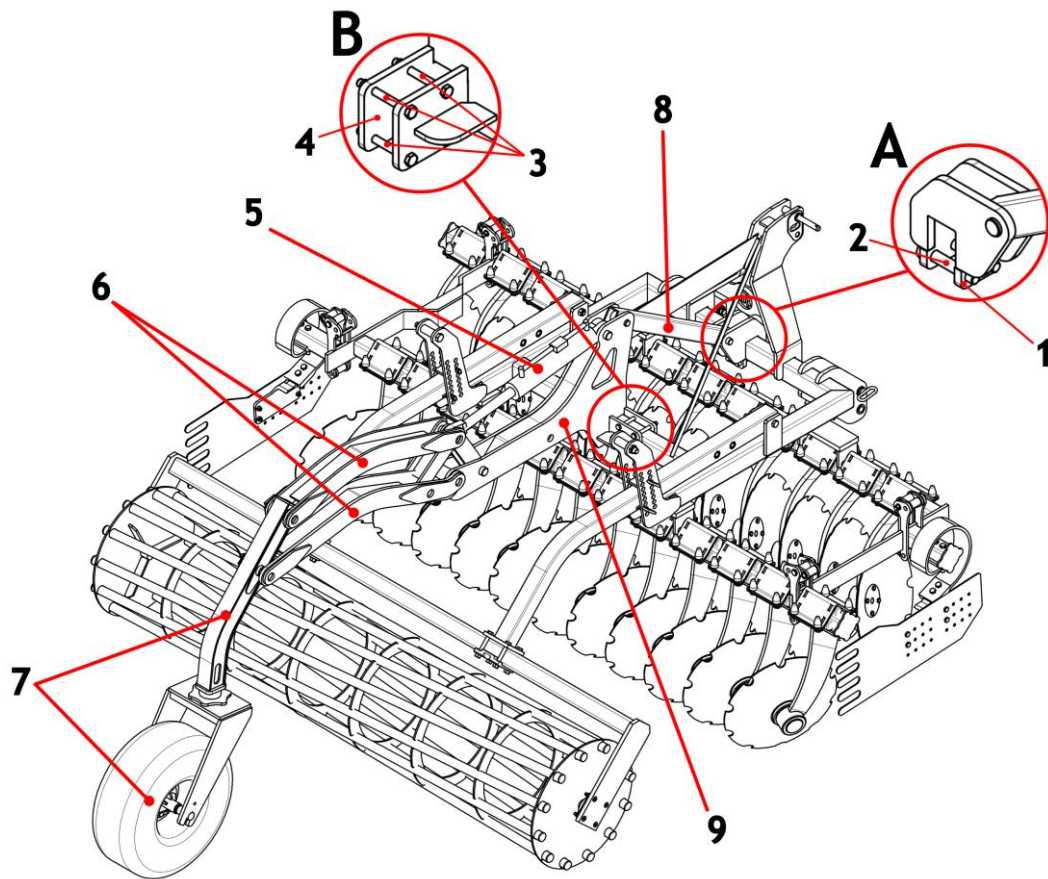

Figure 42 Présentation des points de fixation du chariot de transport de type « scorpion » sur le châssis du déchaumeur à disques
- 1) Appliquer la tourelle du chariot avec le bras du chariot et le vérin contre la poutre arrière du châssis et la fixer à l'aide de la plaque et des vis (fig. 42, vue B). Si ces éléments sont livrés séparément, fixer d'abord uniquement la tourelle à la poutre arrière, puis monter le bras du chariot ainsi que le vérin.
- 3) Fixer le support de la traverse (fig. 42, vue A) à la poutre avant du châssis et le serrer à l'aide des plaques et vis de montage (fig. 42, pos. 1 et 2).
- 4) Monter la traverse (fig. 42, pos. 8) sur le support et la tourelle en utilisant les boulons dédiés.
- 5) Installer le vérin avec son circuit hydraulique (fig. 42, pos. 5), s'il est livré séparément, à l'aide des boulons dédiés.
- 6) Monter le bras du chariot avec la roue (fig. 42, pos. 7) à l'aide des boulons.